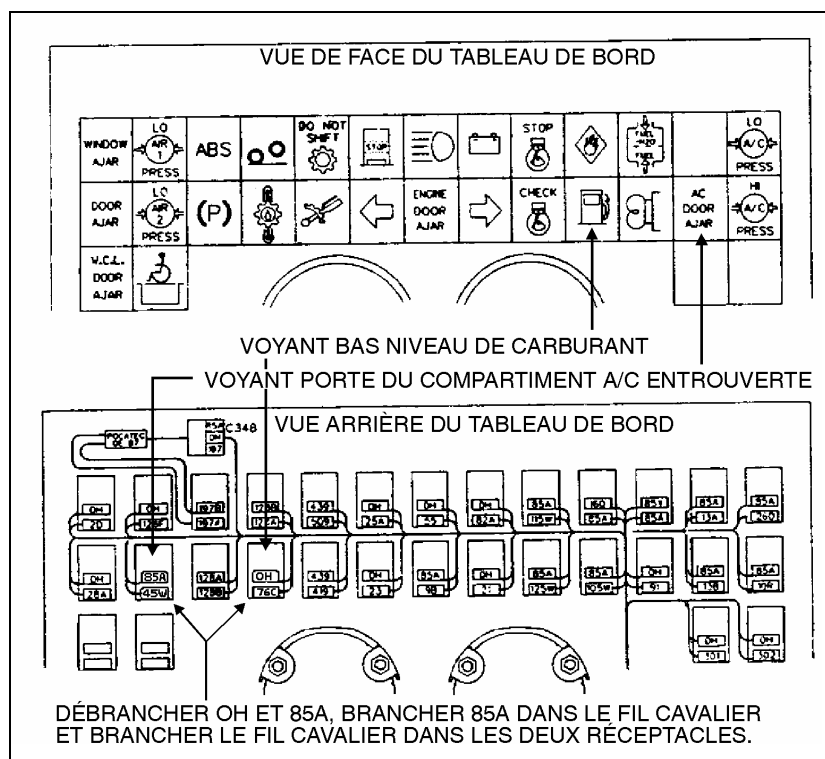

FIGURE 5: VOYANTS DU TABLEAU DE BORD
- Débrancher le fil *OH* du réceptacle de l'indicateur «bas niveau de carburant» (Fig. 5).
- Enlever le réceptacle inutilisé de la position à laquelle l'indicateur «bas niveau de carburant» doit être installé (Fig. 5).